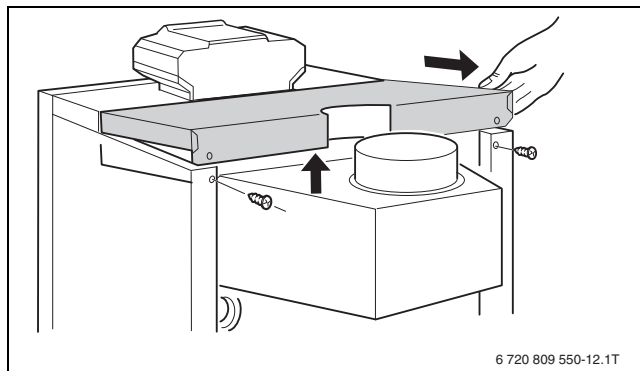

Рис. 59 Демонтаж задней крышки котла
- ▶ Снимите заднюю стенку котла (→ рис. 59, стр. 40).